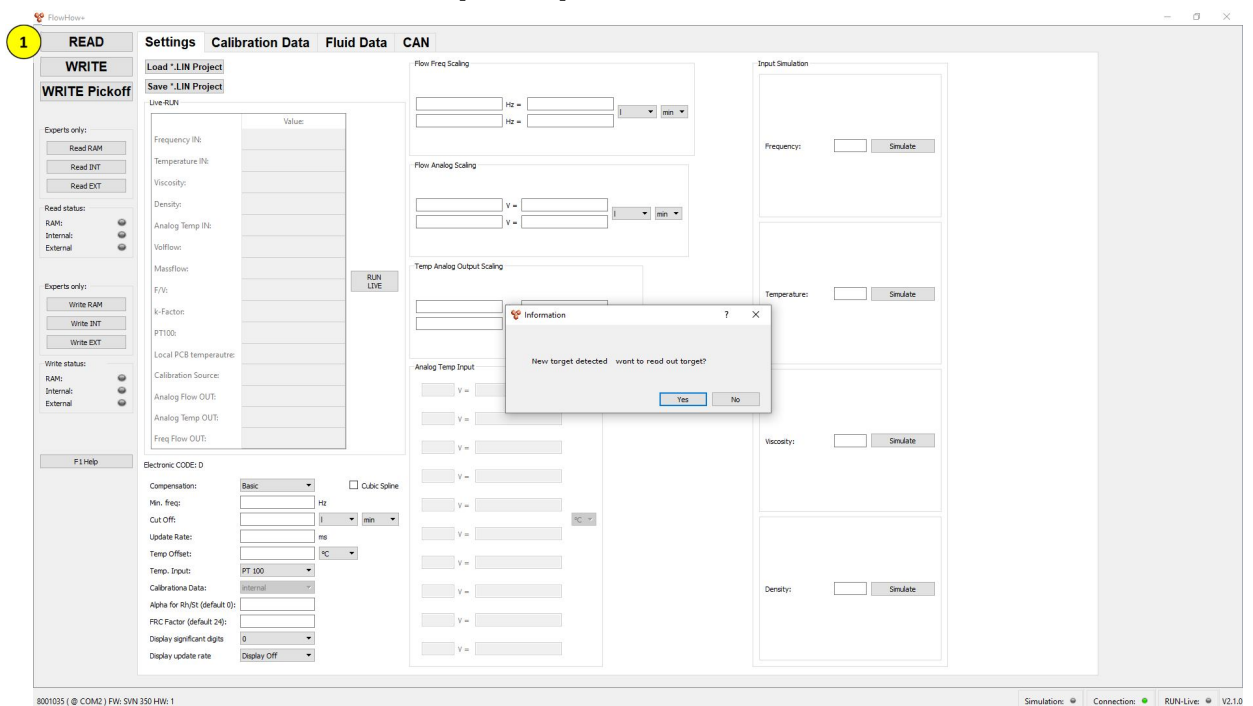

Abb. 2 Hauptbild der Software FlowHow+
- ▶ Software „FlowHow+“ öffnen. [Abb. 2]
- ▶ Button „READ“ **(1)** drücken. [Abb. 2 ]